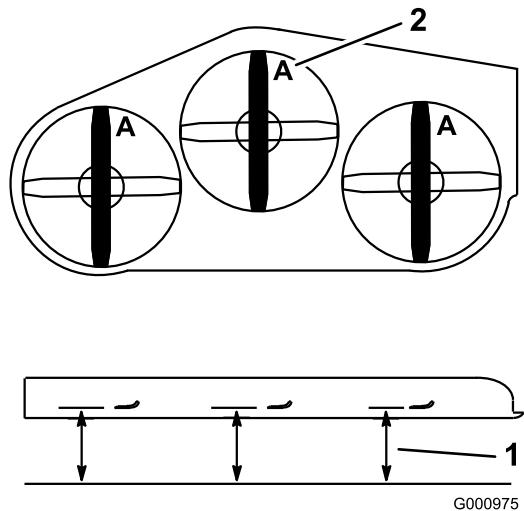
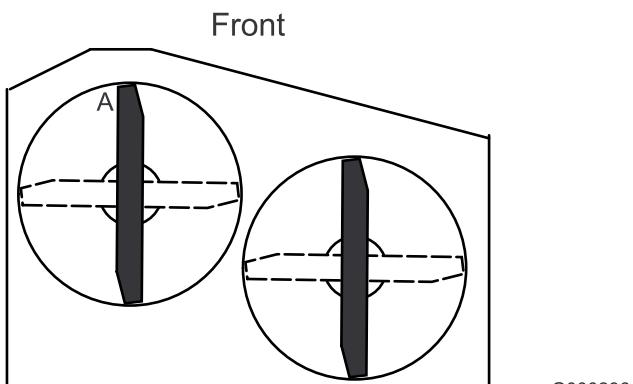

Figura 70
Figura 71
3. Con la máquina ubicada en una superficie nivelada, coloque una cuchilla en posición longitudinal. Mida en la posición A desde una superficie nivelada hasta el filo de corte de los extremos de la cuchilla (Figura 70). Para las plataformas de cortacésped de 36 pulgadas, consulte la Figura 71.